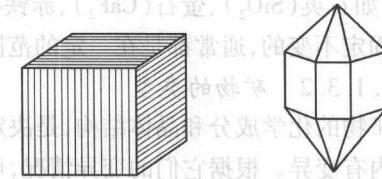

图2-1 单形和聚形
(1)矿物的单体形态。矿物的形态,是指矿物的单体及同种矿物集合体的形状。在自然界中,矿物多数呈集合体出现,但是也出现具有规则几何多面体形态的单晶体,所以,矿物的单体形态就是指矿物单晶体的形态。单晶体形态可分为两种,一种是由单一形状的晶面所组成的晶体,称为单形;另一种是由数种单形聚合而成的晶体,称为聚形,如图2-1所示。